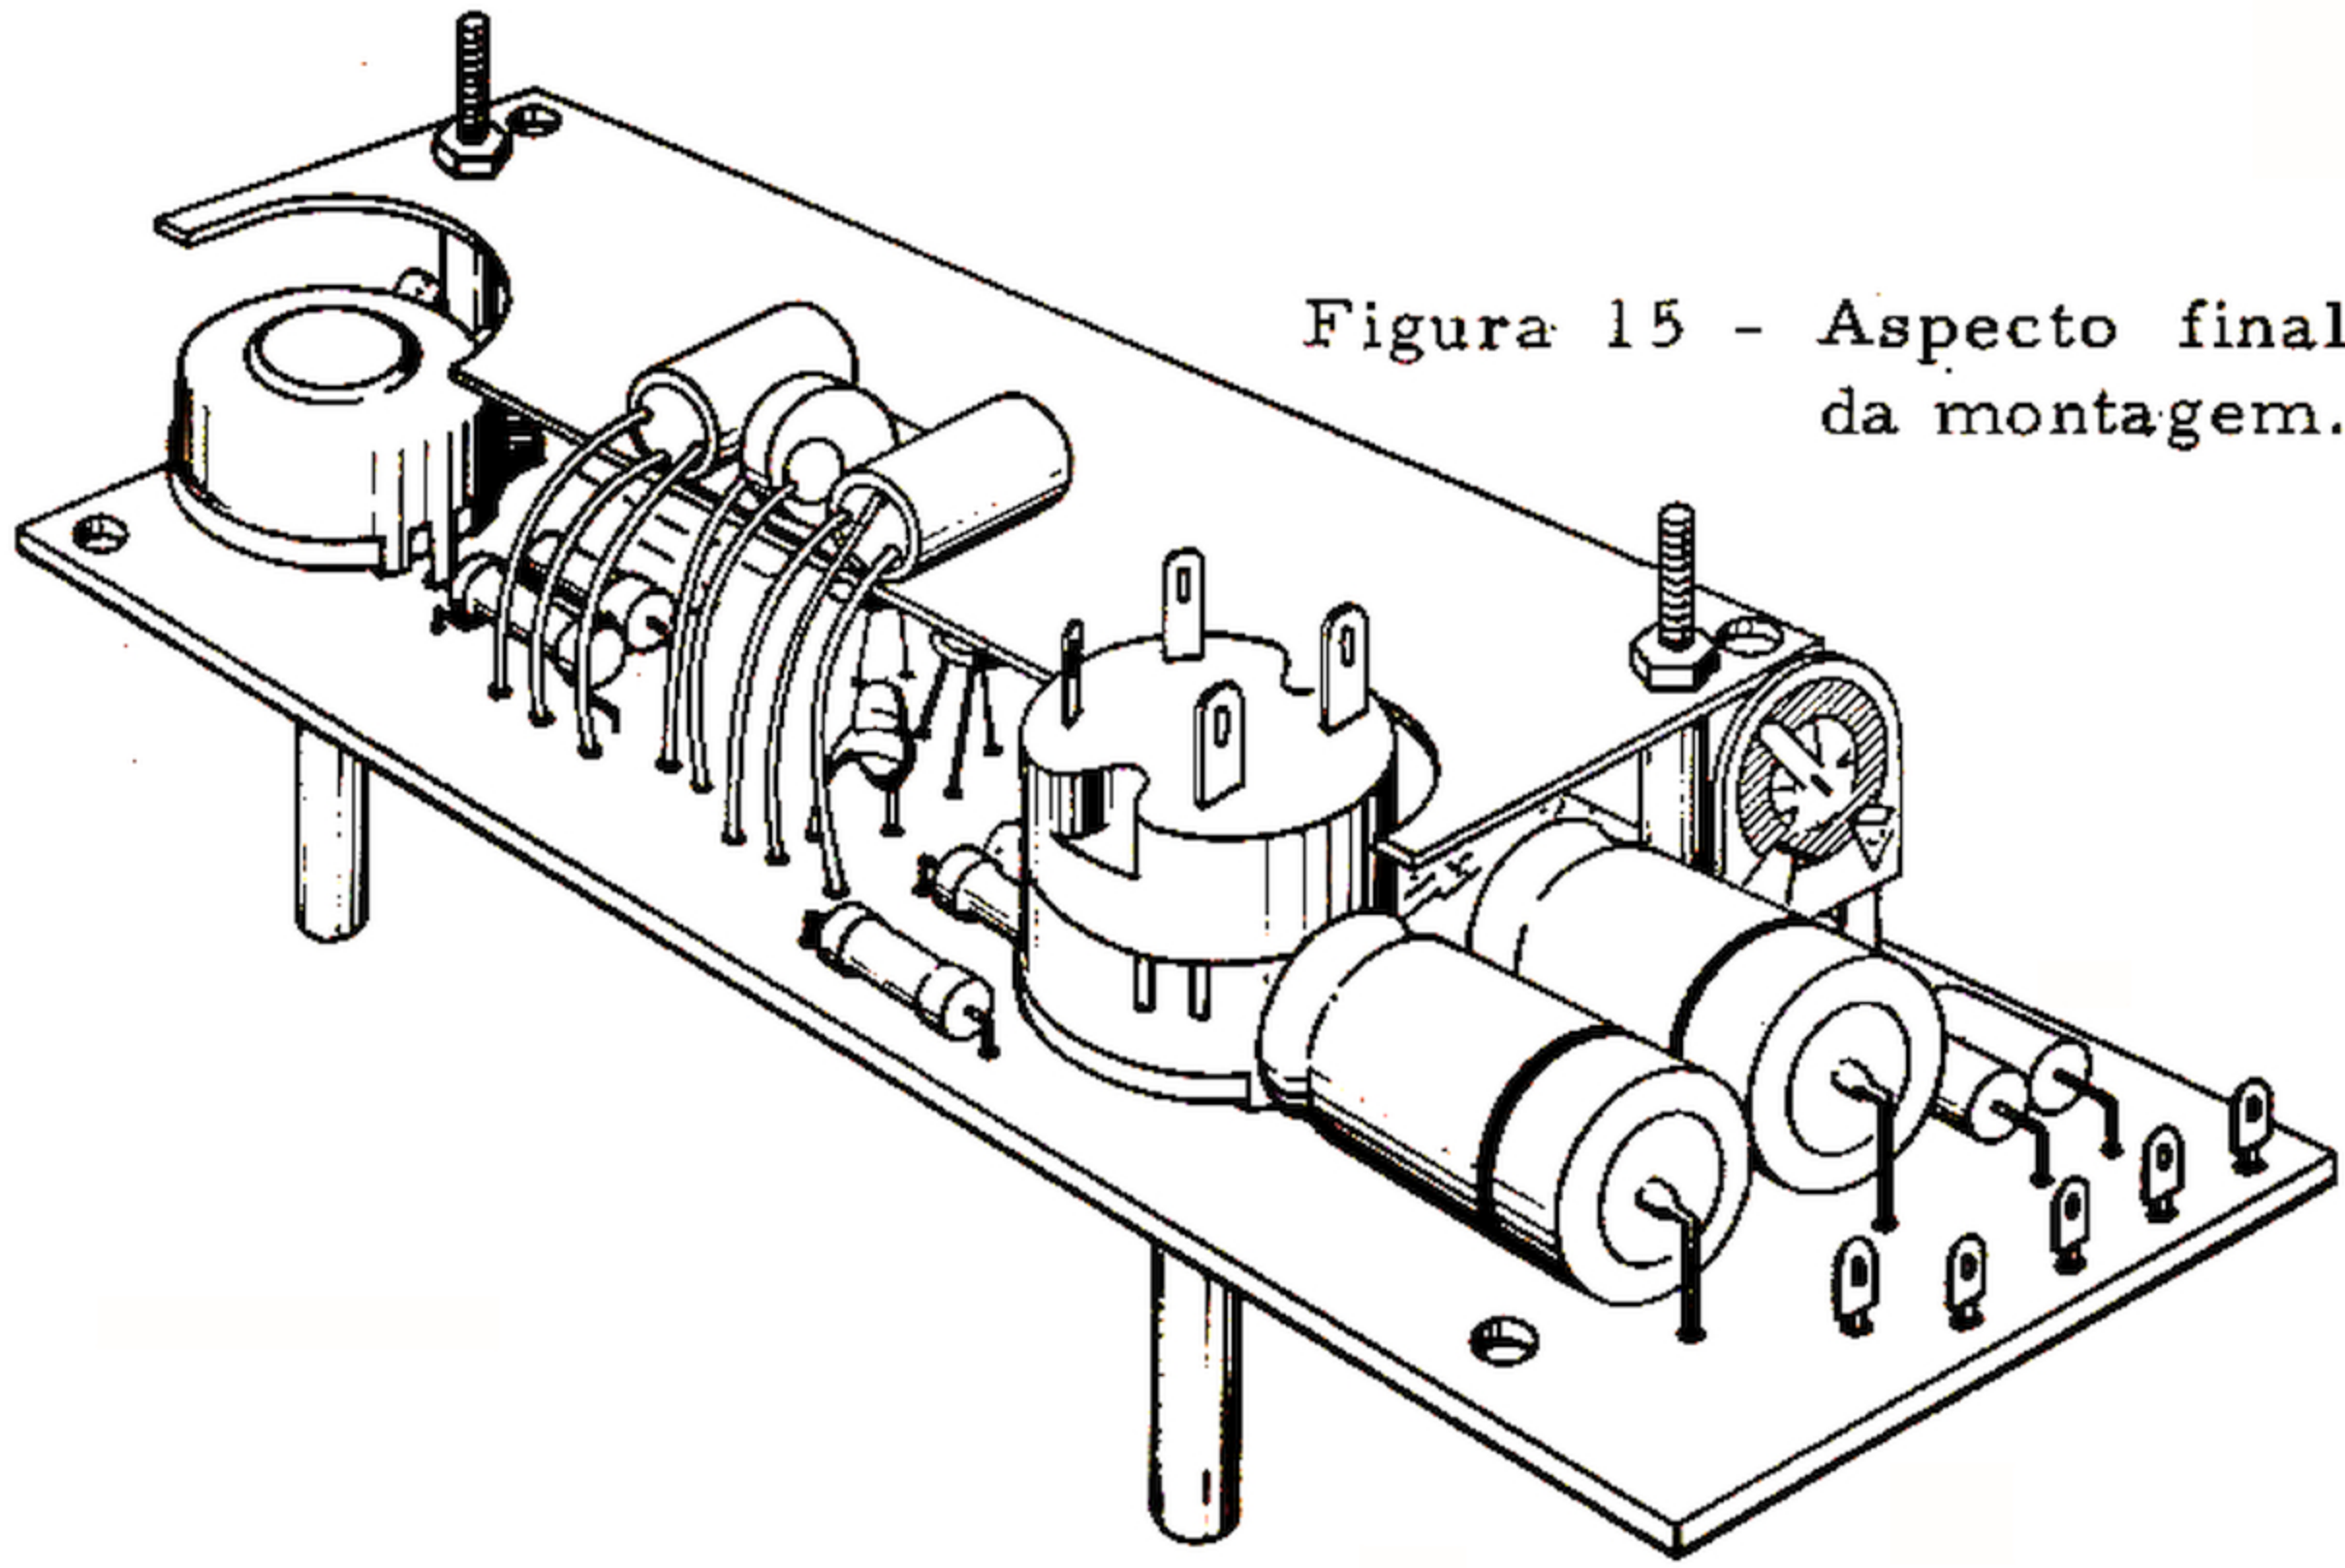

Figura 15 - Aspecto final da montagem.
- 22 - Encoste o corpo do termistor à fita isolante previamente aplicada sobre as aletas de refrigeração (ver item 18). Cuidado para que não haja contato elétrico do corpo do termistor com nenhuma das partes metálicas adjacentes. Para melhorar a transferência de calor, aplique graxa de silicone (ou vaselina) à fita isolante.
- 23 - Confira o aspecto final da montagem com o apresentado na figura 15.